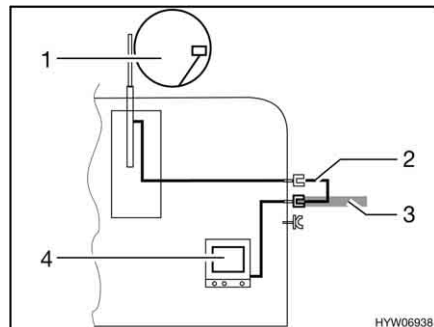

Fig. 170 TV en el vehículo
- TV en el vehículo (Fig. 170,4): Conexión a la antena del techo (Fig. 170,1) con el cable de conexión (Fig. 170,2)
- TV en el vehículo (Fig. 170,4): Conexión a antena externa (Fig. 170,3)